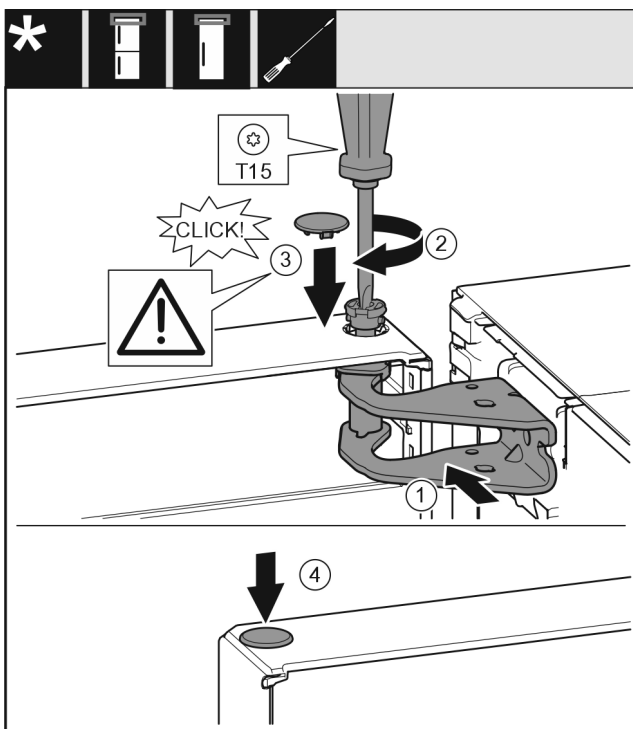

Fig. 19
- ▶ Выверните дверь вверх по отверстию в опорном кронштейне. Fig. 19 (1)
- ▶ Вставьте палец и затяните отверткой T15. Fig. 19 (2)
- ▶ Установите предохранительную крышку для защиты двери: Вставьте предохранительную крышку и проверьте, прилегает ли она к двери. В ином случае вставьте палец полностью. Fig. 19 (3)
- ▶ Вставьте заглушку. Fig. 19 (4)